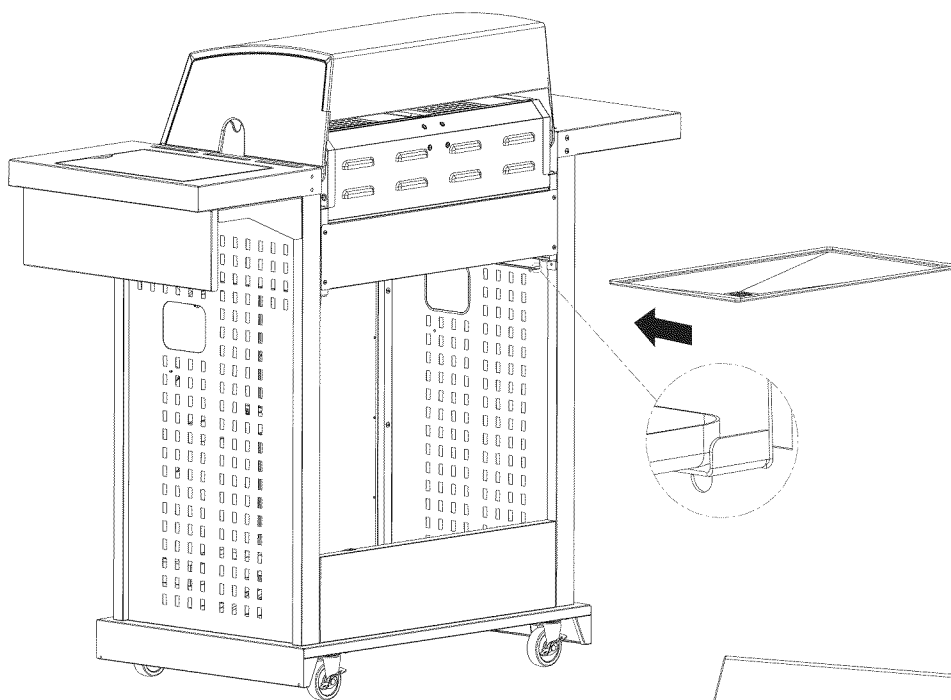

Fig. 13a
1. Quite el panel de acumulación de grasa de la cámara de combustión, verifique que el lado convexo esté hacia abajo y el orificio del recipiente para goteo se encuentre en el lado izquierdo del panel de acumulación de grasa (cuando se ve desde la parte trasera) a fin de asegurar que sostenga la grasa y vuelva a colocarlo como indica la **Fig. 13a**.